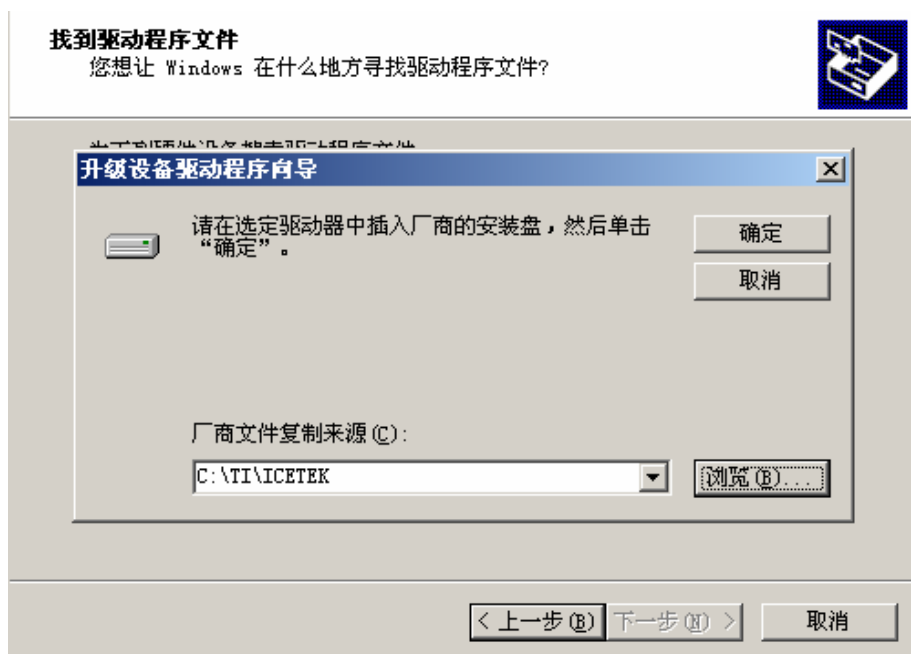

图 7.9 开发软件 USB 开发系统驱动安装示意图 4
G. 下一步，从浏览中选择刚才安装的路径；例如默认安装在 C:\TI 目下，那么路径就要选择 C:\TI\ICETEK(图 7.9)。其他系列